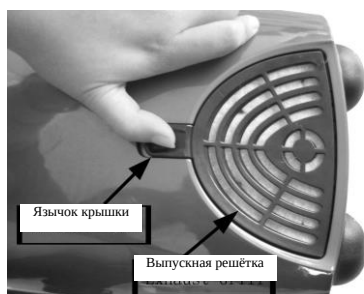

Рис. 6
1. Потяните вверх и удерживайте язычок, затем снимите выпускную крышку (рис. 6).